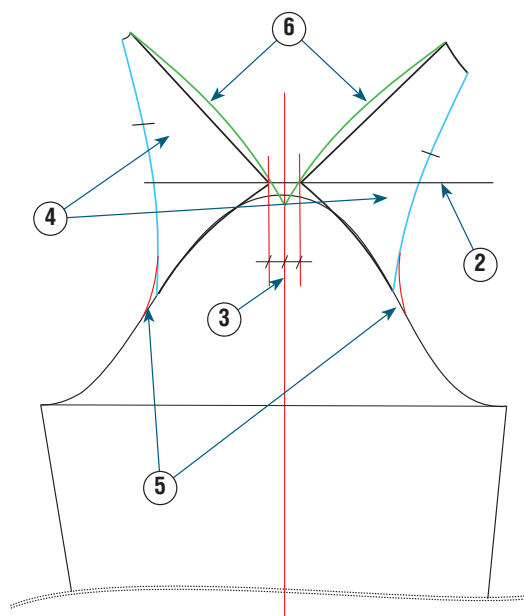

Рис. 3
- ② Проведите горизонталь на расстоянии 2 см от верхушки головки плеча.
- ③ С каждой стороны линии середины рукава (отмечена красной линией) начертите вертикаль на расстоянии 1 см от середины рукава.
- ④ Поместите детали, сделанные на этапе 1, таким образом, чтобы концы плеча находились на пересечении линий, обозначенных на этапах 2 и 3, а заостренные кончики проймы соприкасались с головкой рукава.
- ⑤ Закруглите образовавшиеся углы (на рис. 3 они отмечены красным цветом), чтобы откорректированный край головки рукава был гладким.
- ⑥ Продолжите линии длины плеча спинки и переда до вершины головки рукава (на рис. 3 они отмечены зелеными линиями).